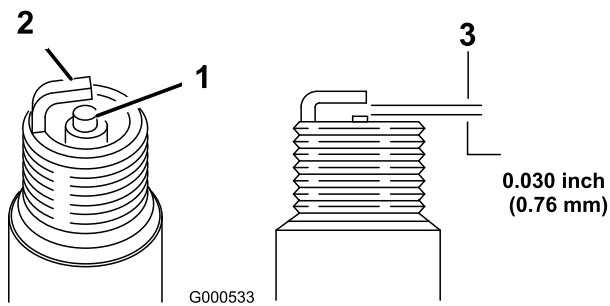

Bild 23
5. Stellen Sie den Elektrodenabstand auf 0,76 mm ein (Bild 23).